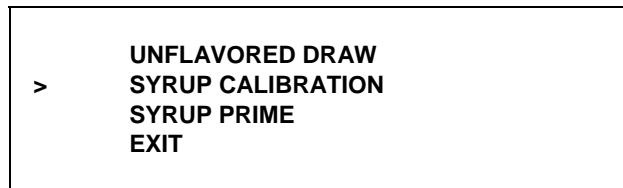

Abbildung 44
2. Durch Antippen des Automatiksymbols  oder des optionalen Geschmackssymbols  den Pfeil zur Option SYRUP CALIBRATION (Sirupkalibrierung) bringen. (Siehe Abbildung 44.)